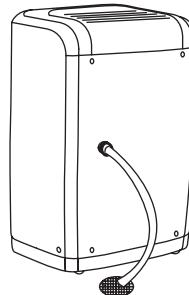

fig. 4
6. Inserire l'estremità del tubo flessibile nello scarico. (fig.4)